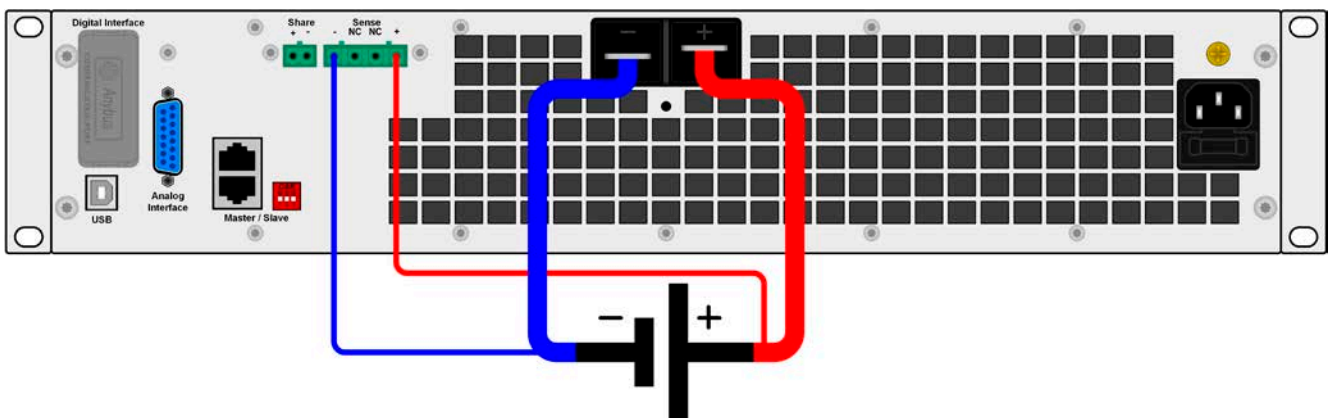

图 7 - 远程感测接线原理
- 感测线跟源极之间要+与+，-与-相连，否则会损坏两个系统。见图7。